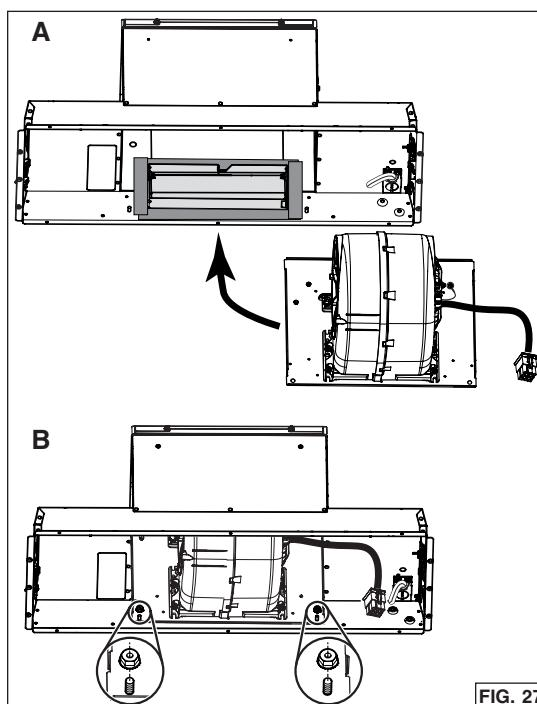

FIG. 27
- Insérer le ventilateur avec sa plaque à l'intérieur de la hotte, à l'endroit où se trouvait la plaque arrière (A). Fixer la plaque à la hotte avec les 2 écrous retirés précédemment à l'étape 8 en page 11 (B) (FIG. 27).